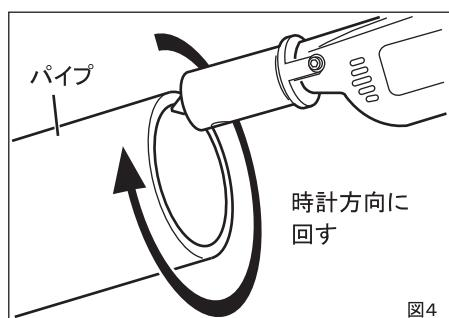

図4
- ②コーンバイトをパイプの角に軽く当てながら、パイプ円周に沿って時計方向に回して面取りを行います。(図4)